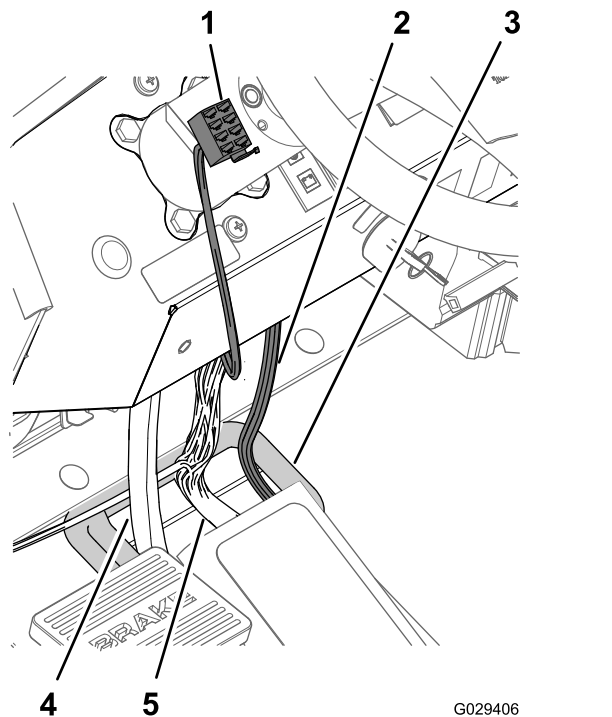

图 16
- 安装 240cm 仪表板支管末端的 8 插槽接头穿过仪表板直到转向塔的左侧图 16。